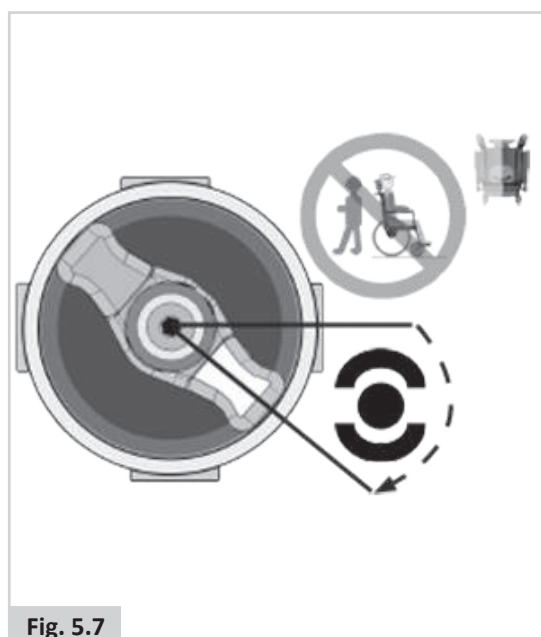
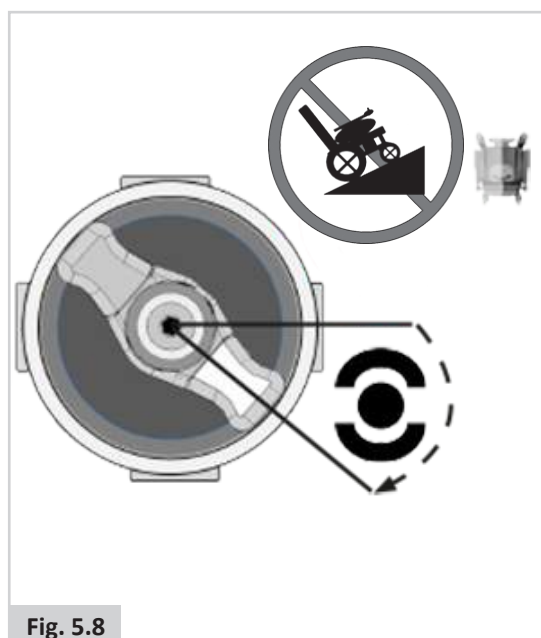

Fig. 5.7
Fig. 5.8
2. Om de motoren te ontkoppelen: (Fig. 5.7 - Fig. 5.8).